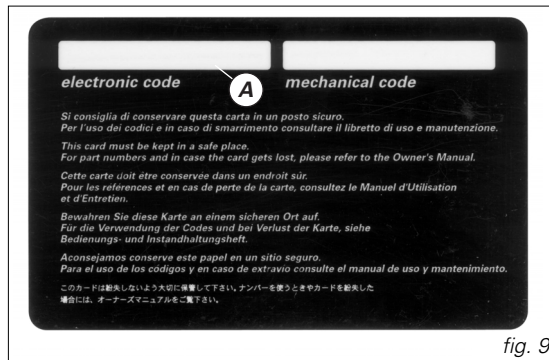

fig. 9
A) (fig. 9) il codice elettronico, da utilizzare in caso di blocco motore e quindi mancata accensione dopo il **key-on**.